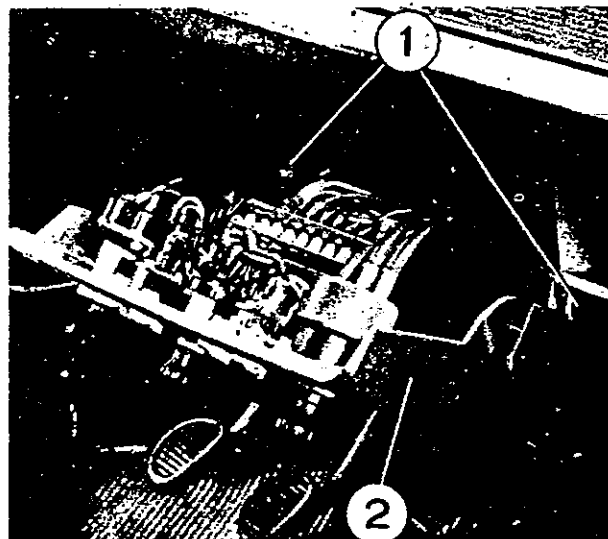

Fig. 07/01 - 1. Ecrus moletés - 2. Elément central inférieur planche de bord avec boîte à fusibles.
- Le sortir en partie en le culbutant jusqu'à la position horizontale comme indiqué dans la figure 07/01.
de bord comme indiqué au paragraphe précédent et illustré à la figure 07/01, retirer le couvercle boîte à fusibles et remplacer le fusible endommagé.